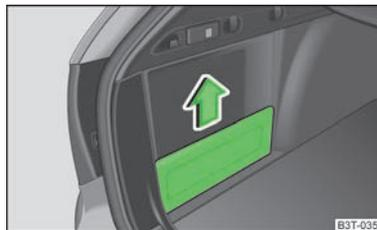

Fig. 104 Compartimento lateral sem fecho
► Segure a cobertura pela parte superior e retire-a cuidadosamente no sentido da seta » Fig. 104.